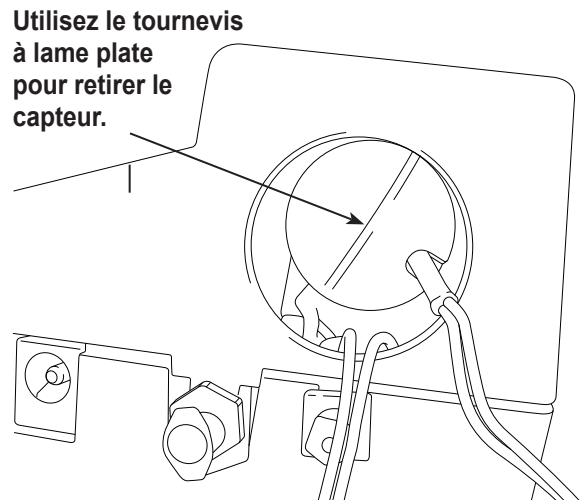

Figure 25
- Mettez le bouchon et le faisceau de côté. Tenez le conducteur du capteur et utilisez le tournevis à lame plate pour dévisser et retirer le capteur d'oxygène. Reportez-vous à la Figure 25.